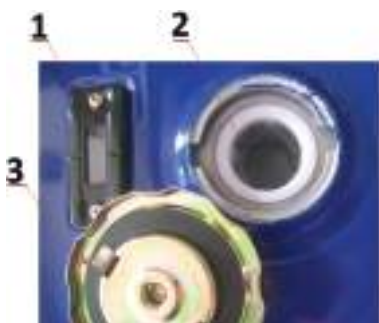

Рис. 2. Топливный бак
7.2.2. Открыть крышку топливного бака (3) (рис. 2).
7.2.3. Заправить бак топливом, при этом топливо заливать через фильтр (2), встроенный в горловину бака (рис. 2). Использовать чистый бензин с октановым числом не ниже 92. При заправке необходимо оставить некоторое пространство в баке для расширения топлива. Хранить бензин перед использованием не более 30 дней.